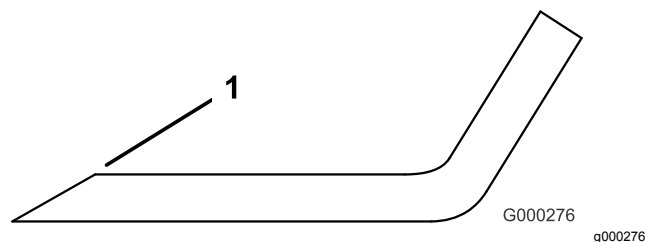

Figura 111
- Controllate i taglienti di tutte le lame, e affilatele se fossero ottusi o scheggiati. Affilate soltanto la parte superiore del tagliente e mantenete l'angolo di taglio originale per garantire l'affilatezza (Figura 111). La lama rimane bilanciata soltanto se viene rimossa una quantità uguale di metallo da entrambi i taglienti.